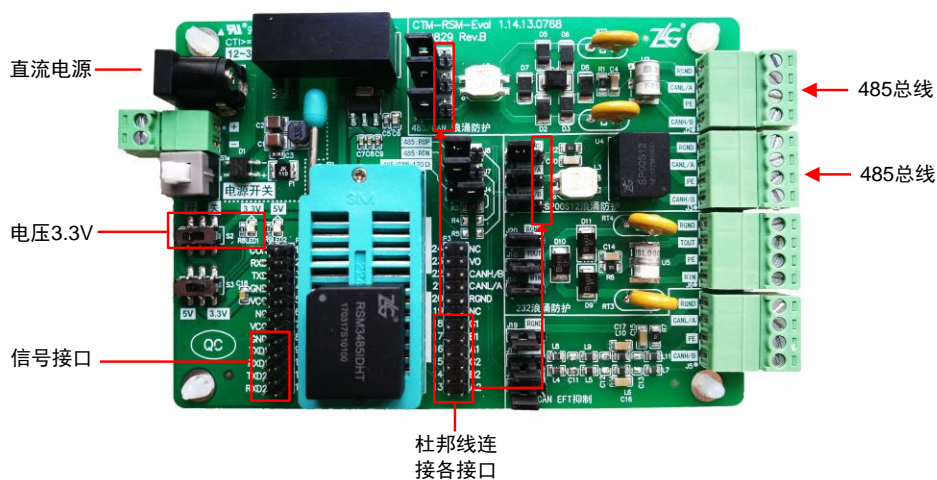

图 2.4 RSM3485IDHT 测试示意
以下介绍如何使用该评估板将 RSM3485IDHT 模块接入 485 总线网络中, 模块的两个通道分别配置接入 485/CAN 浪涌防护电路和 SP00S12 浪涌防护电路来评估模块性能。具体示意如图 2.4 所示。
- 3) RSM3485IDHT 模块靠锁紧座最下侧放置, 如图 2.4 所示, 模块引脚名称与 P2 丝印对应;